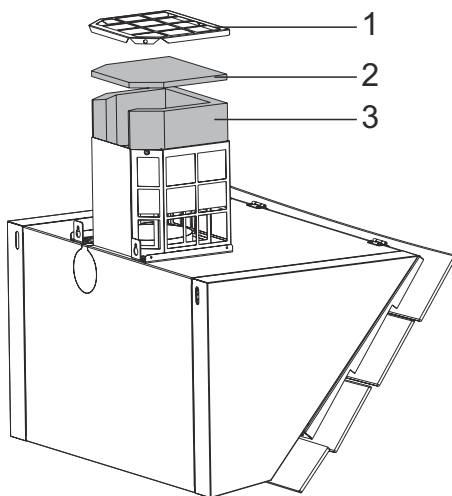

Fig. 12
- Fjern toppladen på kulfilter kabinettet for at komme ind til de vaskbare kulfilter puder (Fig. 12).
- Tag nu de vaskbare kulfilter puder ud (Fig. 12).